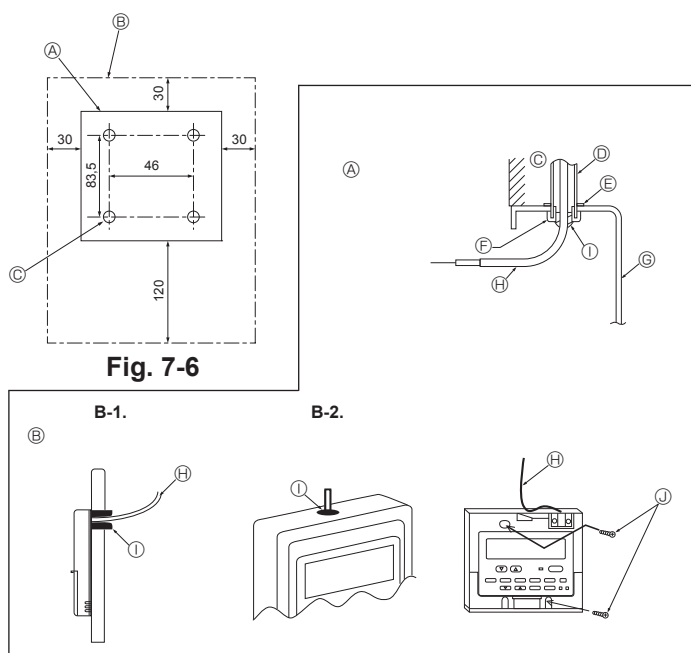

Fig. 7-7
- Sigillare l'apertura di servizio del cavo del comando a distanza con mastice, per evitare la possibile entrata di condensa, acqua, scarafaggi o vermi. (Fig. 7-7)